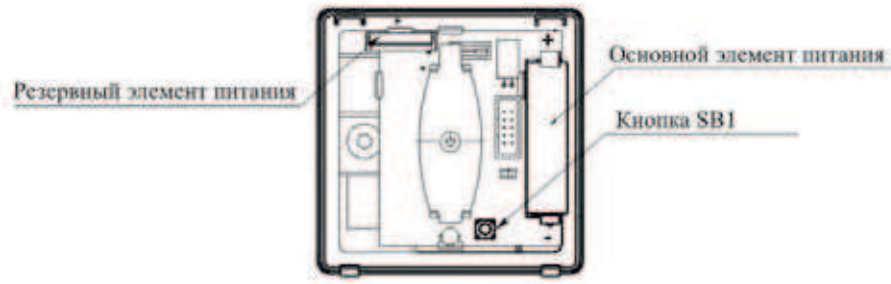

Рисунок 4
6.10 Установить элементы питания на место (см. рисунок 4), соблюдая полярность.